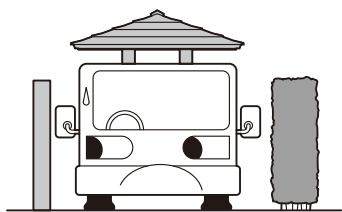

図3-1
- ①道幅が狭くないか確認してください。(3m以上あるか) (図3-1参照)